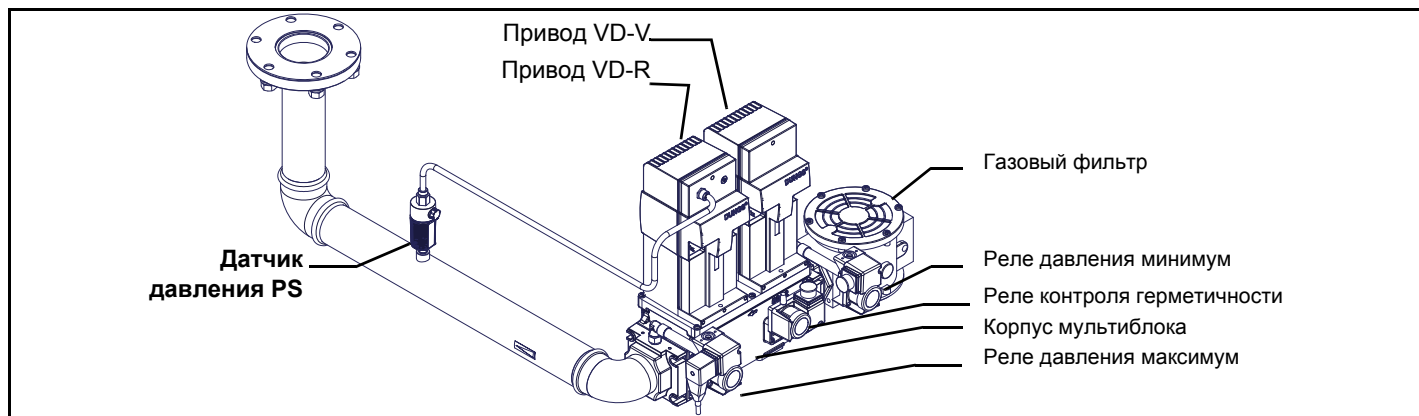

Рис. 5 - Пример газовой рампы
**ВНИМАНИЕ:** после монтажа газовой рампы согласно схеме на Рис. 5, необходимо провести тестирование на герметичность газового контура, согласно требований действующих нормативов.
- 1 - б) при фланцевых соединениях: между соседними компонентами устанавливать прокладку (1А..1Е - Рис. 5), совместимую с используемым газом,